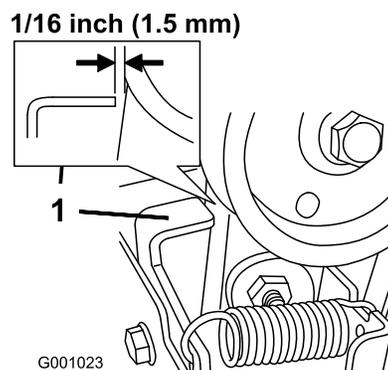

Figura 48
3. Disinnestate la leva della coclea/ventola e verificate che tra il gruppo frizione della coclea e la linguetta vi sia una luce di 1,5 mm (Figura 48).